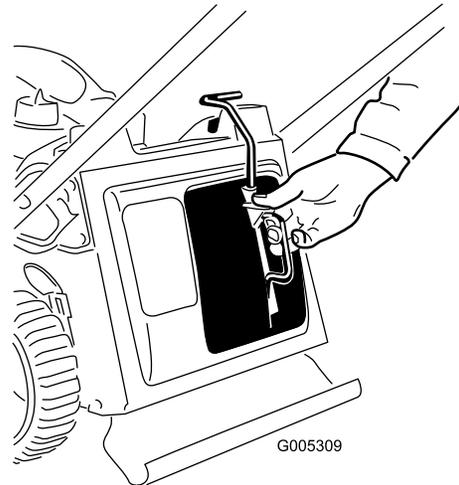
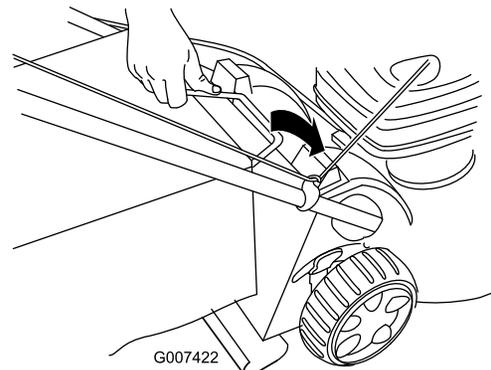

Figure 19
Figure 20
1. Montez l'obturateur de mulching (Figure 19) ou le bac à herbe (Figure 20) sur la tondeuse.